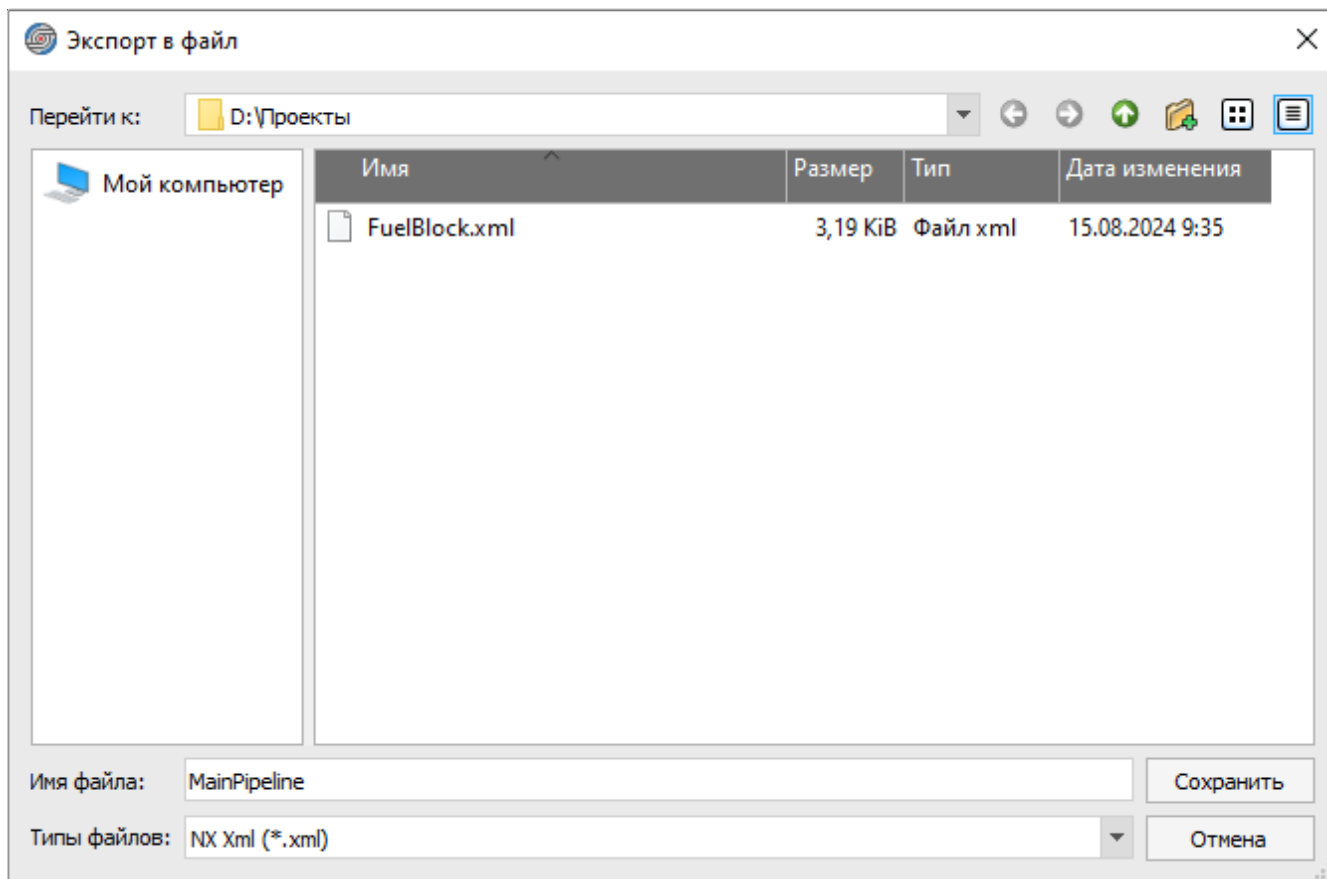

Рисунок 294. Диалоговое окно «Экспорт в файл»
- 1) В открывшемся диалоговом окне «Экспорт в файл» (см. рисунок 294):